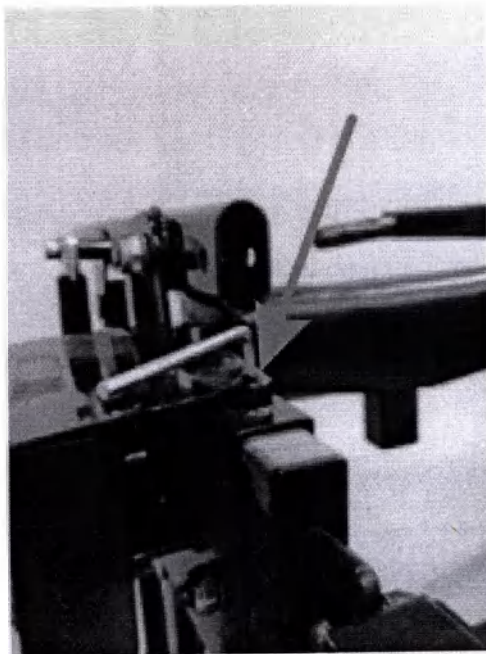

Рис.17
5.8 Опора таза прикручена с помощью болта к правой части аппарата, и регулируется по глубине в зависимости от глубины таза пациента, установочным винтом (винт вкручен в деталь соединения) . Рис.17.,17.1